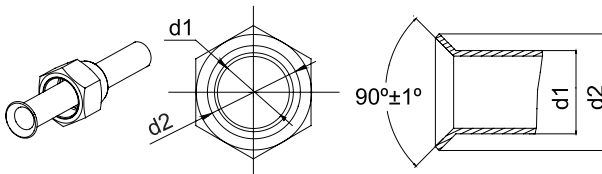

Abb.12
- (1). Die Verbindungsleitung anhand eines Rohrschneidegeräts abscheiden und scharfe Kanten entfernen.
- (2). Das Ablaufrohr immer vertikal verlegen, um den Wassereintritt zu vermeiden.
- (3). Die Überwurfmutter am Rückschlagventil der Außeneinheit und an der Inneneinheit abnehmen. Das Ablaufrohr einsetzen und einschrauben.
- (4). Überprüfen, dass die Verbindung ordnungsmäßig und ohne Risse verlegt wurde (Abb.12).